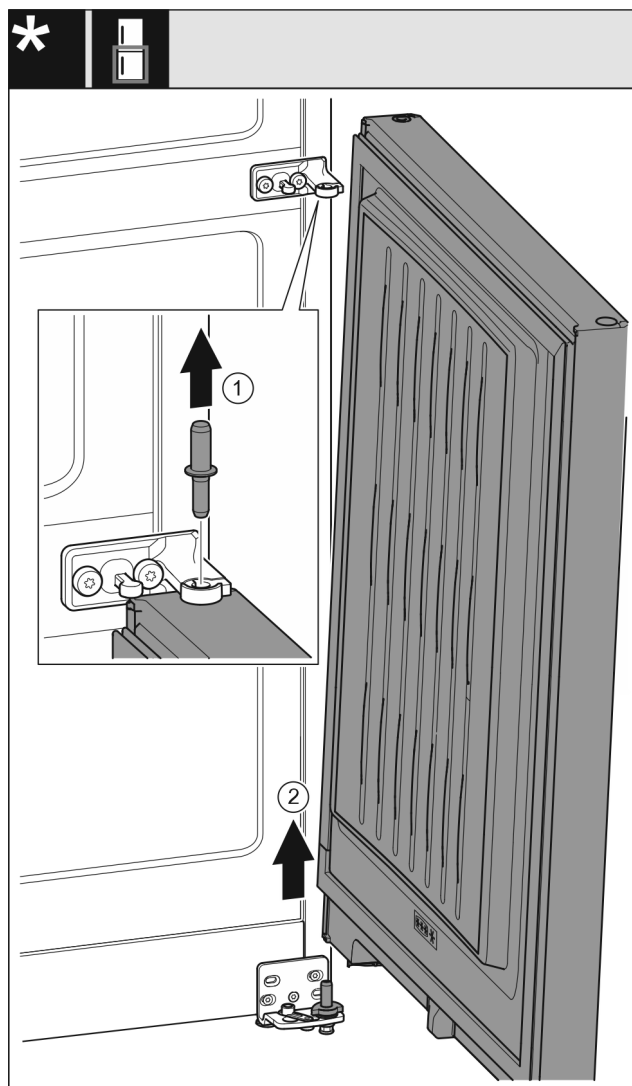

Fig. 9 Без амортизатора закрывания двери
- Извлеките палец Fig. 9 (1) движением вверх.
- Отведите дверь Fig. 9 (2) в сторону, потяните вверх и отставьте ее.